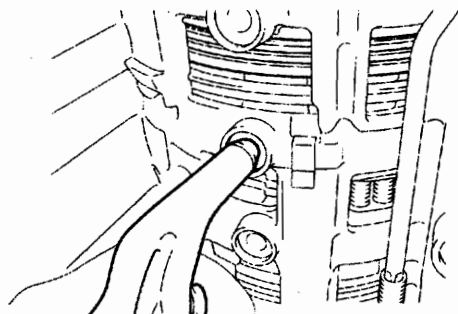

图 12-1-80
(22) 检查 1 号制动活塞的活塞行程。
①如图 12-1-80 所示, 在向变速器壳内吹压缩空气时, 1 号制动活塞应活动自如。